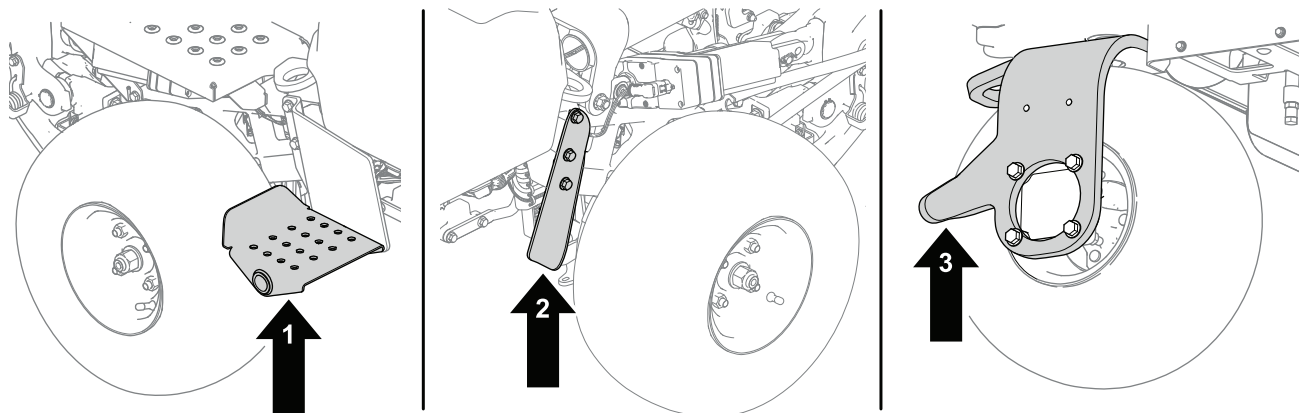

Figura 35
1. Poziionai cricul în punctul de ridicare dorit (Figura 35):